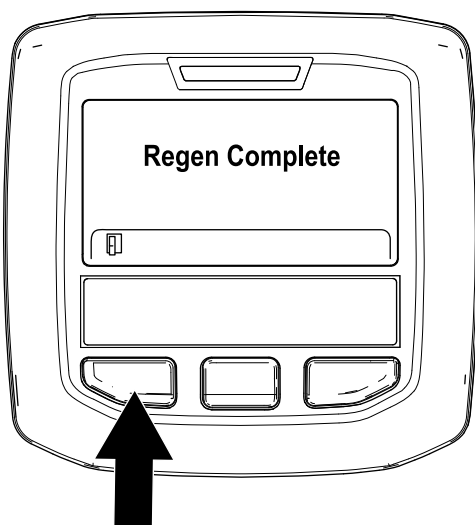

Рисунок 46
9. Регенерация с парковкой будет завершена, когда на дисплее инфо-центра появится сообщение «Regen Complete» («Регенерация завершена»). Для перехода на главный экран нажмите левую кнопку (Рисунок 46).